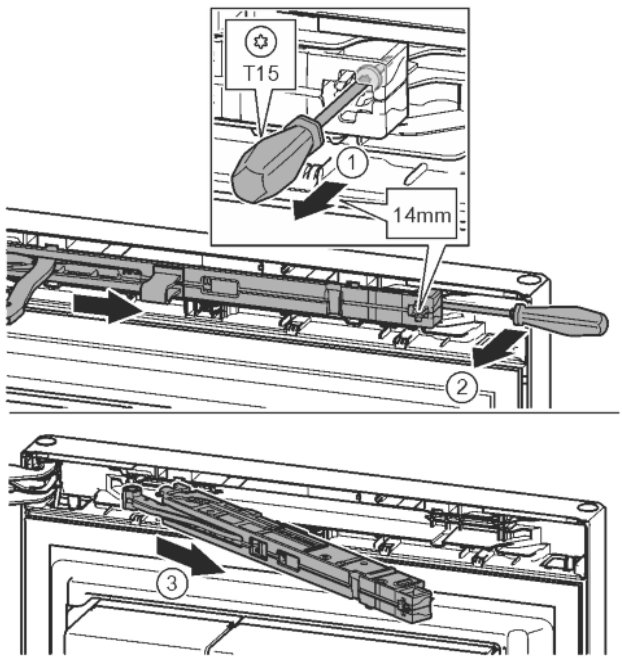

Fig. 10
- Schraube an Schließdämpfereinheit mit Schraubendreher T15 ca. 14 mm lösen. *Fig. 10 (1)*
- Mit einem Schraubendreher griffseitig hinter die Schließdämpfereinheit fahren und nach vorne drehen. *Fig. 10 (2)*
- Schließdämpfereinheit herausziehen. *Fig. 10 (3)*